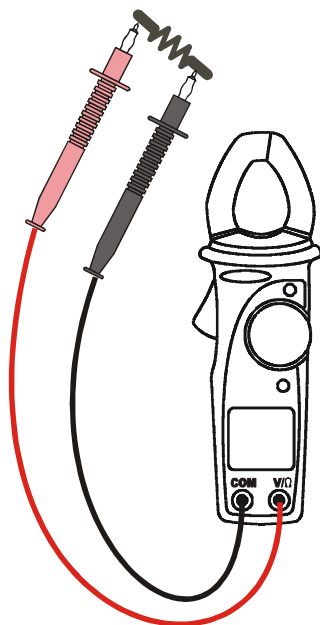

Fig. 8: Utilizzo della pinza per misura di continuità
2. Inserire il cavo rosso nel terminale di ingresso V/ $\Omega$  e il cavo nero nel terminale di ingresso COM, come mostrato in Fig. 8.